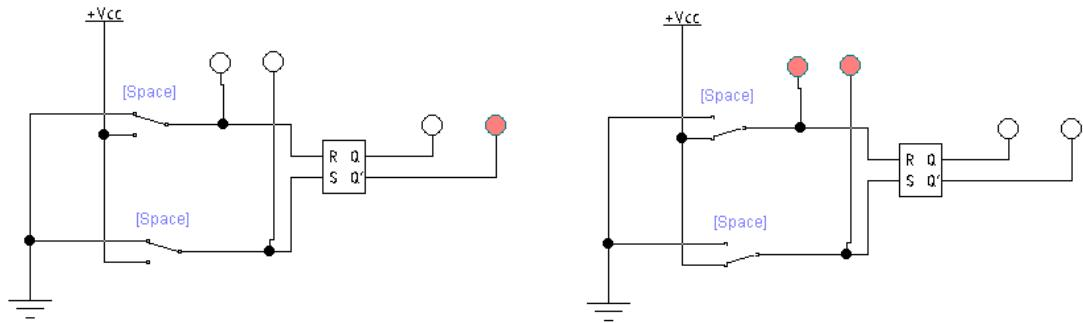

Рисунок 4.64 – Результати моделювання роботи асинхронного RS -тригера
8. Запустити процес моделювання (рис. 4.64). Проаналізувати отримані результати.